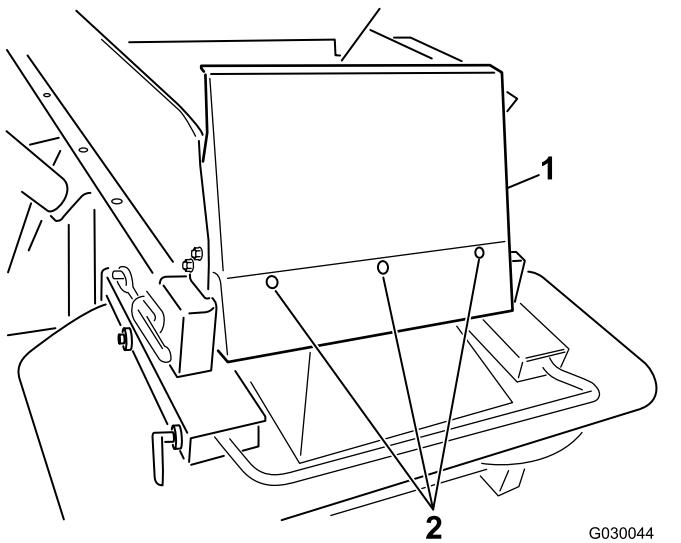

图7
6. 使用提供的圆头螺栓 $\frac{1}{4} \times \frac{5}{8}$ 英寸 和尼龙锁紧螺母安装料斗防护装置 图7。